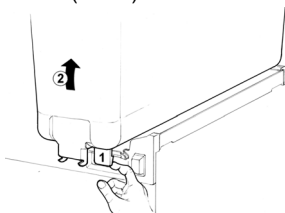

Bild 1
**2** Leeren Behälter lösen durch Anheben an der **Rückseite** (gegenüber der Ausgabe) und nach oben abheben (Bild 1).